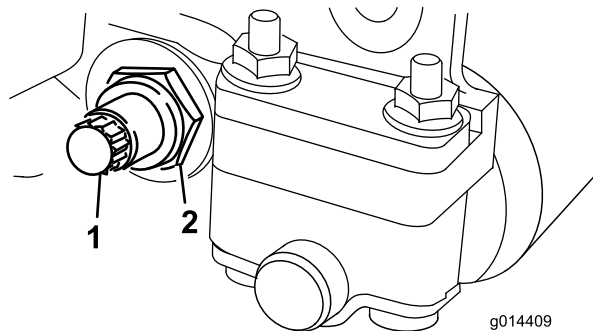

Рисунок 14
3. С каждой стороны машины ослабьте контргайку, крепящую болт планки неподвижного ножа (Рисунок 14).
4. Выверните все болты планки неподвижного ножа, потяните планку вниз и отсоедините от режущего блока (Рисунок 14).